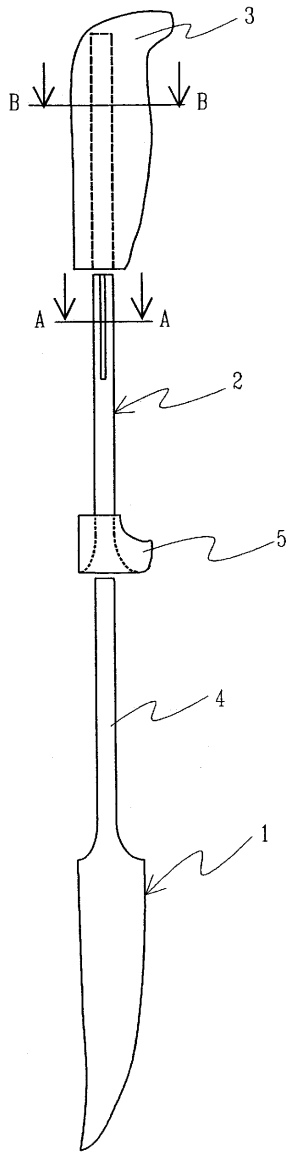

Рис.5
**Удлиненный нож** описан в патенте США 6408525 (2002 г.). Нож (рис.5) содержит лезвие 1 с хвостовиком 4 и вкладыш 2, который также имеет удлиненную часть и обойму 5, в которую вставляется хвостовик 4. Вкладыш 2 вставляется в рукоятку 3, причем, чтобы он не проворачивался, на нем имеются выступы, а в теле рукоятки - соответствующие проточки.